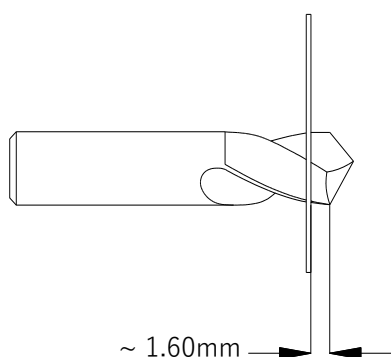

図10：ニードルの位置合わせ
- ニードルアセンブリがセンサーにすでに取付けられており、クランピングカラーが軽く緩められている状態で、センサーを前後に動かして、ニードルがツールまたは対象物に接触するように位置調整を行ってください。同時に、図10に示すように、ニードルが対象物の中心線を越えて伸びていることを確認してください。